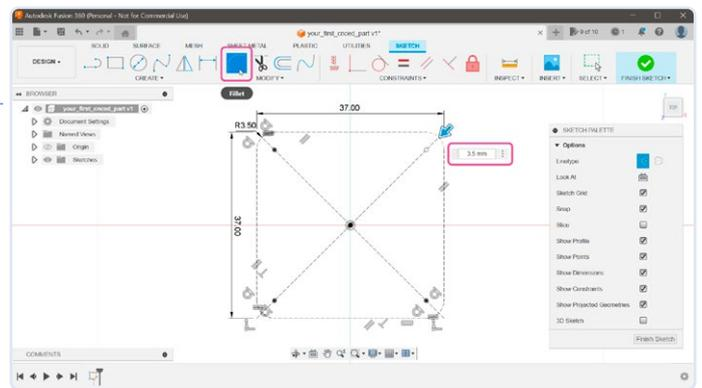

Bild 4. Abrunden der Gehäuseecken.
4) Die Platine hat abgerundete Ecken, und es wäre schön, wenn unser Gehäuse an diese angepasst wäre (**Bild 4**). Eine grobe Messung zeigt, dass der Eckenradius etwa 3,5 mm beträgt. Wählen Sie in der Werkzeugleiste das Verrundungswerkzeug *Fillet Tool* und klicken Sie auf alle äußeren Linien einzeln. Geben Sie als *Fillet Radius* 3,5 mm ein.